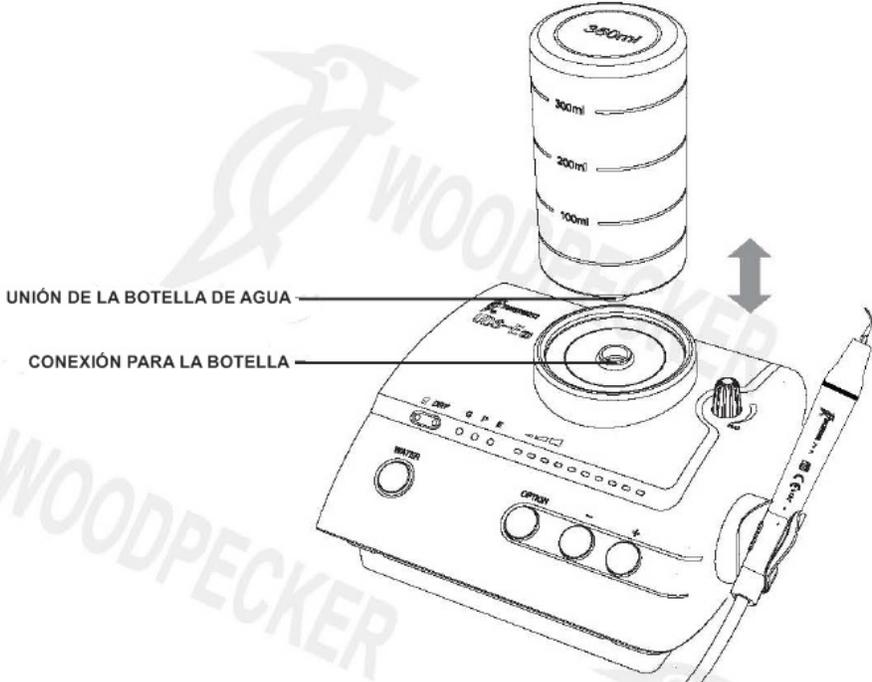

Figura 4
La botella con una adecuada cantidad de agua purificada, instale inversamente al conector del equipo (Ver Figura 4)
- d) Colocar al revés la botella con agua, insertarlo en la unión verticalmente (Ver figura 4)